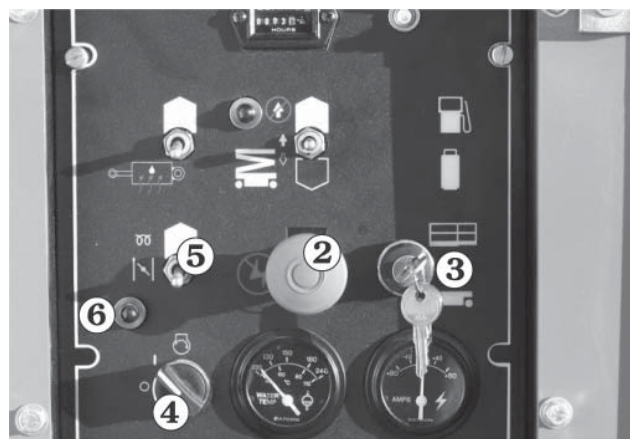

Abb. 8.8
2. Schalten Sie den **Notaus**-Schalter **2** ein (obere Stellung). (Siehe Abb. 8.8)
3. Schalten Sie den **Boden-/Plattform-Wahl**-Schalter **3** auf Boden (siehe Abb. 8.8).
4. Drehen Sie den Schlüssel **4** auf ein, drehen Sie den Schlüssel **4** aber nicht auf Start (siehe Abb. 8.8).
5. Falls der Motor auf Umgebungstemperatur ist, kurz den **Glühkerzen**-Schalter **5** drücken. Dadurch werden die Glühkerzen im Motor automatisch 10 Sekunden lang eingeschaltet. Es wird automatisch eine Lampe **6** aufleuchten, um anzuzeigen, dass die Glühkerzen eingeschaltet sind (siehe Abb. 8.8).
6. Wenn die Lampe **6** ausgeht, den Schlüssel **4** drehen, um zu starten, und halten, bis der Motor anspringt, oder 20 Sekunden lang, je nachdem, was sich zuerst ergibt. Sobald der Motor anspringt, den Schlüssel **4** loslassen (siehe Abb. 8.8).